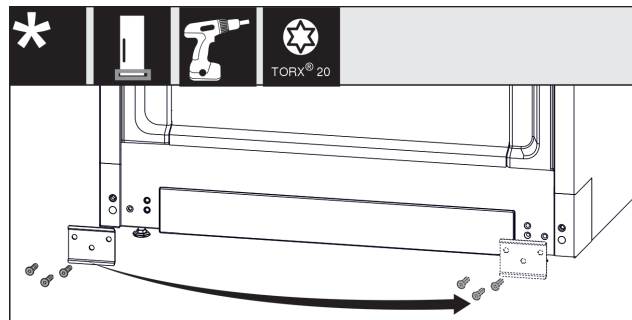

Fig. 13
- ▶ Odkręcić blaszkę, przetożyć na drugą stronę i ponownie przykręcić. Fig. 13 (1)